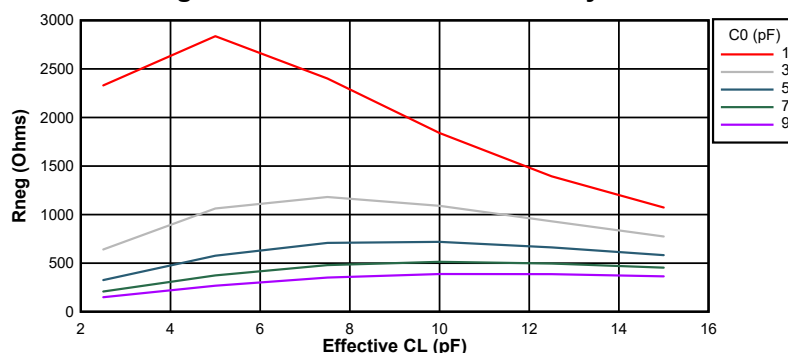
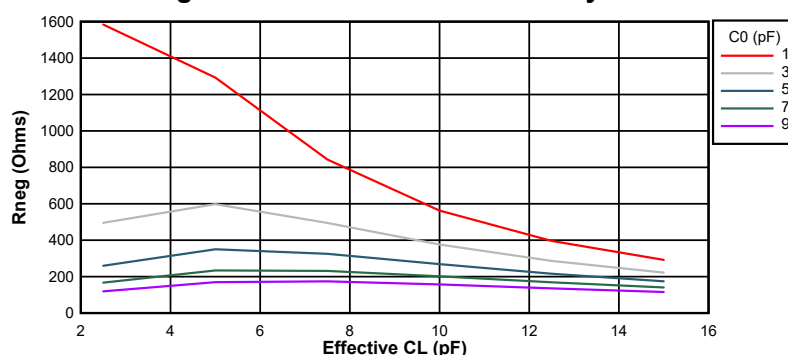

図 6-14. 10MHz 時の負性抵抗変動
図 6-15. 20MHz 時の負性抵抗変動
図 6-14 および 図 6-15 に、このデバイスの負性抵抗と水晶振動子の間の関係の変動を示します。グラフからわかるように、水晶振動子の並列容量 (C0) と実効負荷容量 (CL) は電気発振回路の負性抵抗に大きな影響を及ぼします。これらは代表的なグラフであるため、設計上考慮すべき最小値および最大値については、表 6-5 を参照してください。